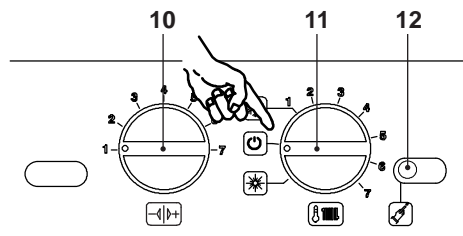

Figura 5.99
- Per uscire dalla programmazione posizionare il selettore di funzione / manopola regolazione temperatura 11 come indicato in Figura 5.99.